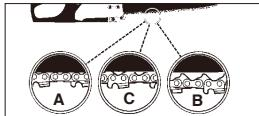

Fig. 5
VARNING: Om sågkedjan är FÖR LÖS eller FÖR SPÅND slits kugghjulet, svärdet, kedjan och vevaxelns lager ut snabbare. Se på fig. 5 för information om rätt kall spänning (A), rätt varm spänning (B) och som vägledning när sågkedjan behöver justeras (C).